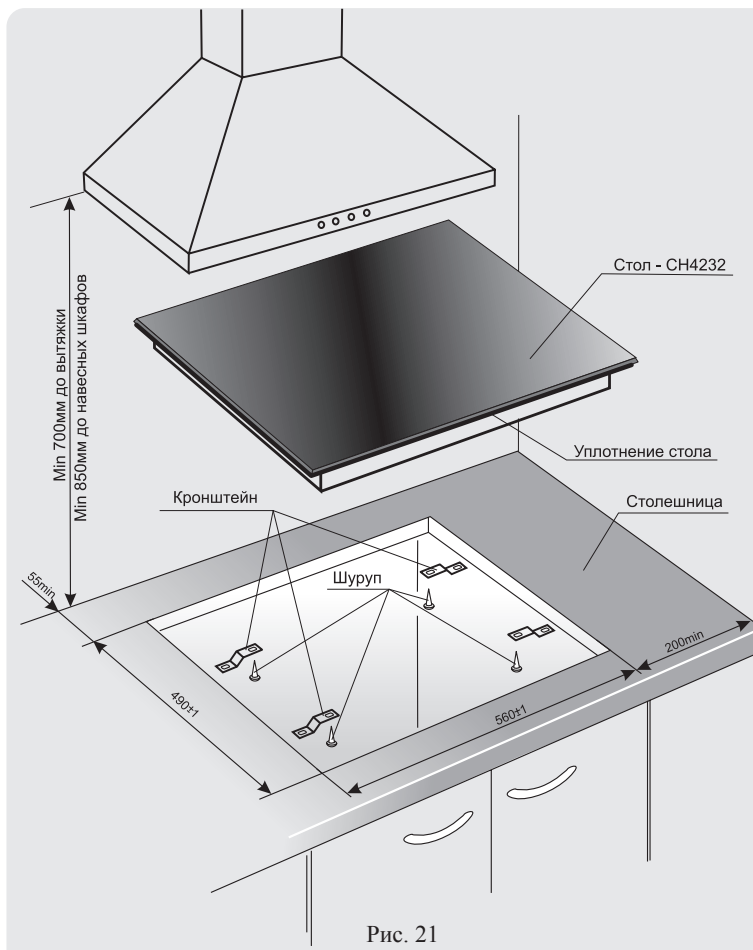

Рис. 21
1. Точно разметить на столешнице контур проема под встраиваемый стол (рис.21). Толщина столешницы - min 30 мм, max 50 мм.